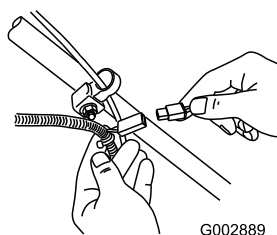

Figura 31
1. 1. Collegate il caricabatterie al cablaggio preassemblato del tosaerba, sotto la chiave di accensione (Figura 31).